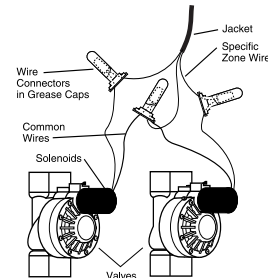

Figure 19: Câblage des vannes
- Chaque vanne a deux fils. L'un des fils doit être connecté en tant que conducteur neutre. Les conducteurs neutres de toutes les vannes peuvent être connectés ensemble à un conducteur neutre allant au programmeur. L'autre fil doit être connecté en tant que fil de station spécifique qui contrôlera cette vanne [Voir Figure 19].